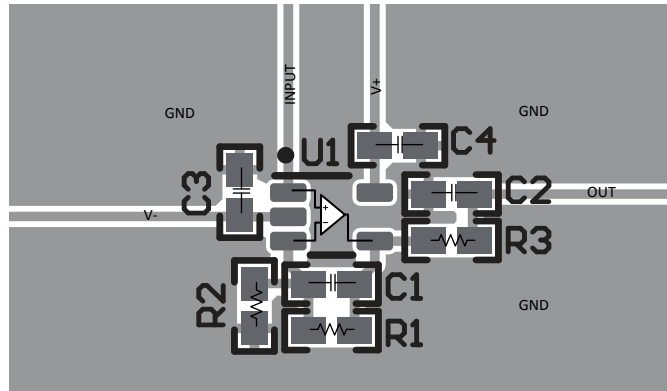

図 7-4. SC70 (DCK) パッケージのレイアウト例
- 外付け部品は、可能な限りデバイスに近く配置します。図 7-4 に示すように、寄生容量を最小限に抑えるため、RF と RG は反転入力に近くに配置します。